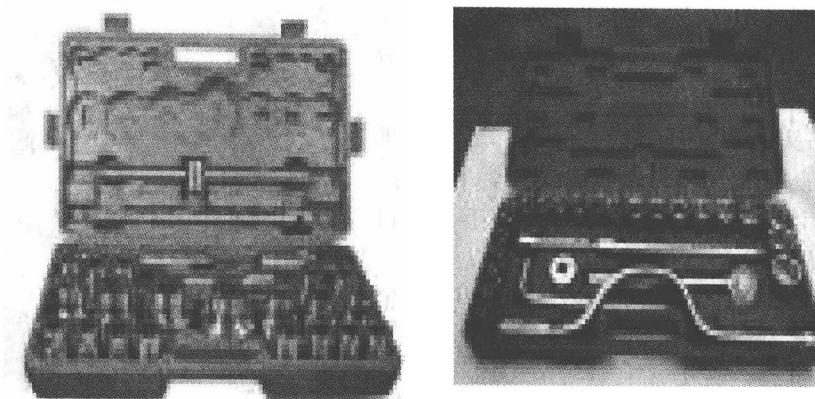

图 1-18 套筒扳手
(4) 套筒扳手 套筒扳手是一组组合型工具，由梅花套筒和弓形手柄构成。尺寸不等的梅花套筒组成一套套筒扳手，其结构如图 1-18 所示。